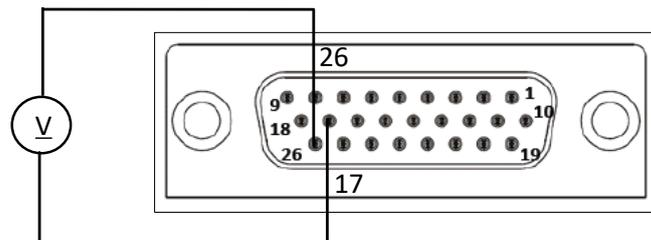

図3-11 出力電圧のリモートアナログモニタリングの接続
2. 図3-11に示すようにJ1コネクタの配線を行い、ACパワースイッチをONにしてください。